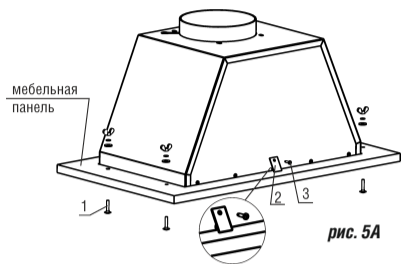

рис. 5А
6.2 Монтаж КВ Врезной блок: Flat 42П-430-КЗД, BOX 42П-450, Flat 52П-650-КЗД, Flat 52П-650-ПЗД, BOX 52П-700, Flat 72П-650-КЗД к подвесному элементу мебели над плитой (рис. 5 А).